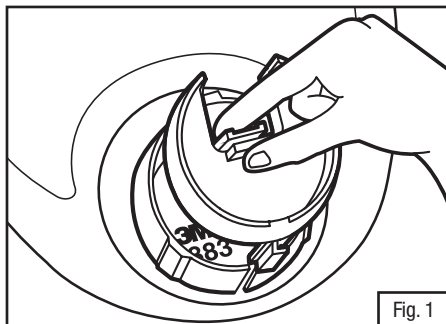

Fig. 1
1. Presser la languette de verrouillage située à l'arrière du déflecteur d'air 6881 3M, puis tirer pour le dégager de la base de l'orifice DIN 6883 (Fig. 1).
4. Aligner la tige au bas du déflecteur d'air 6881 avec la fente au bas de la base de l'orifice DIN 6883 (Fig. 1). Faire glisser la tige vers l'avant et appuyer sur le bouton central, jusqu'à ce que la languette de verrouillage s'enclenche en place.
1. Pour l'ensemble adaptateur pour orifice DIN 6884 et l'ensemble adaptateur pour respirateurs à admission d'air par pression 6874 uniquement : Presser la languette de verrouillage située à l'arrière du déflecteur d'air 6881 3M, puis tirer pour le dégager de la base de l'orifice DIN 6883 (Fig. 1).